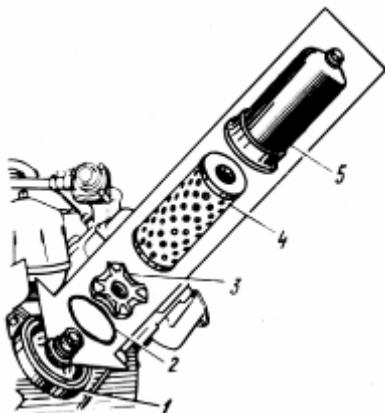

Рис. 62. Масляный фильтр:
- Отвернуть полностью и снять колпак 5 (рис. 62) фильтра.